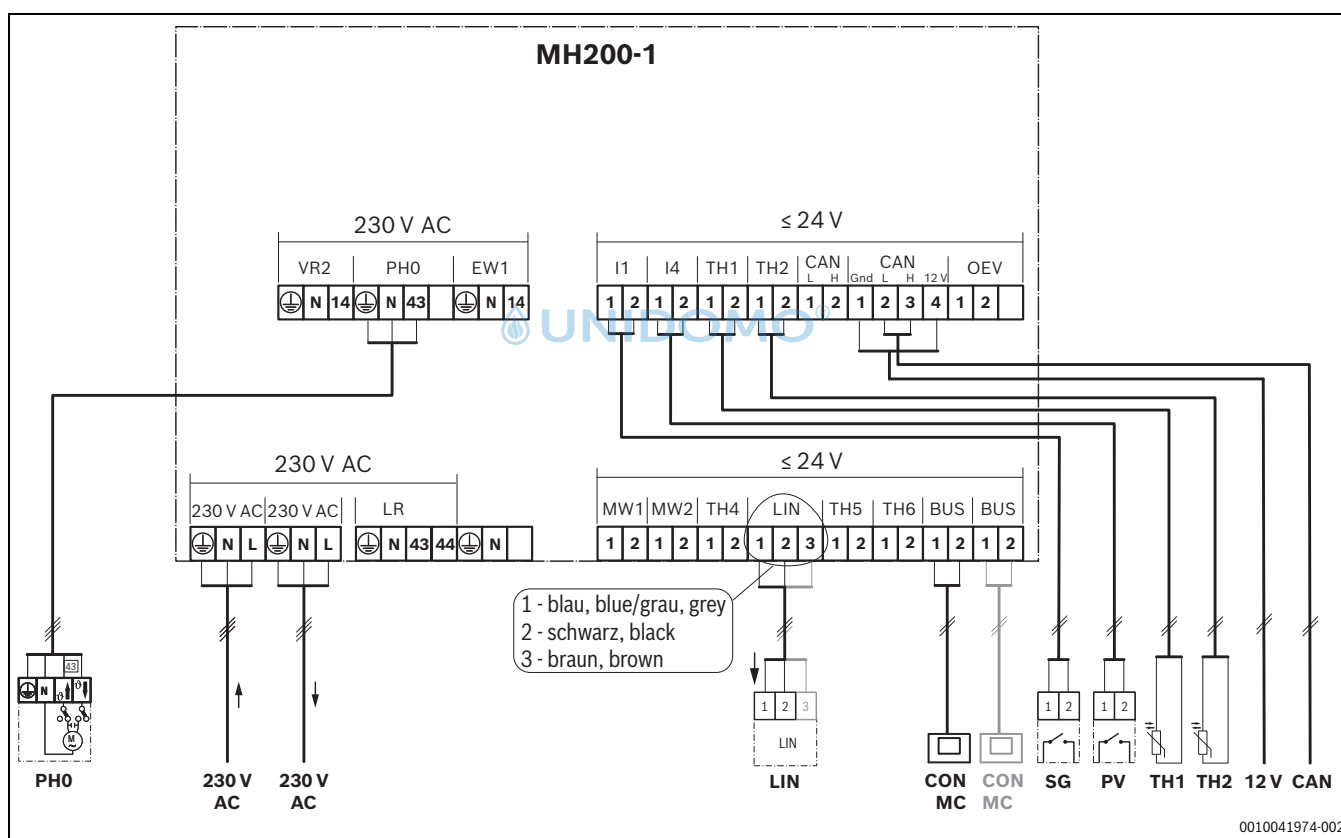

Bild 23 Überblick Anschlussklemmenbelegung
- Sicherstellen, dass die Kabel an den entsprechend markierten Anschlüssen des Moduls angeschlossen sind (→ Bild 23).
Legende zu Bild 23 und zu den Tabellen 4 und 5):